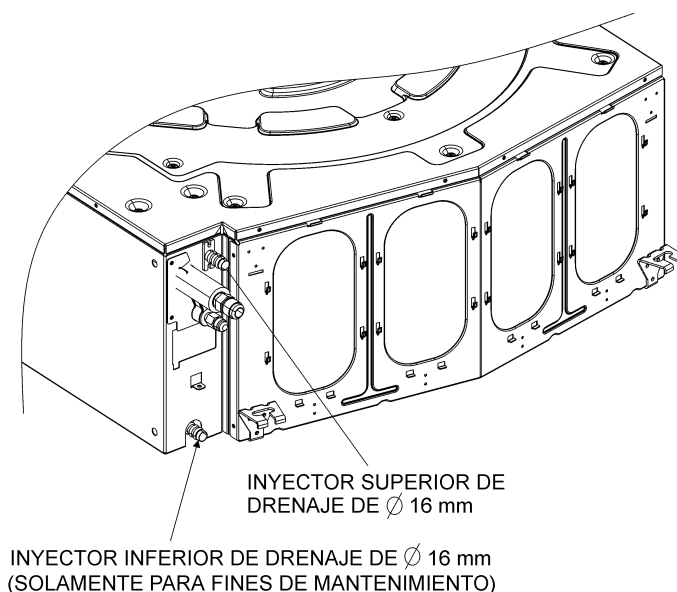

Fig. 13. Conectores de drenaje de \varnothing 16 mm
- C. La unidad de MD incluye una bomba de drenaje con nivel de control, que puede elevar el agua de la condensación a un nivel de hasta 60 cm del nivel inferior de la unidad. El tubo del drenaje está conectado al inyector superior del drenaje (ver Fig. 13).